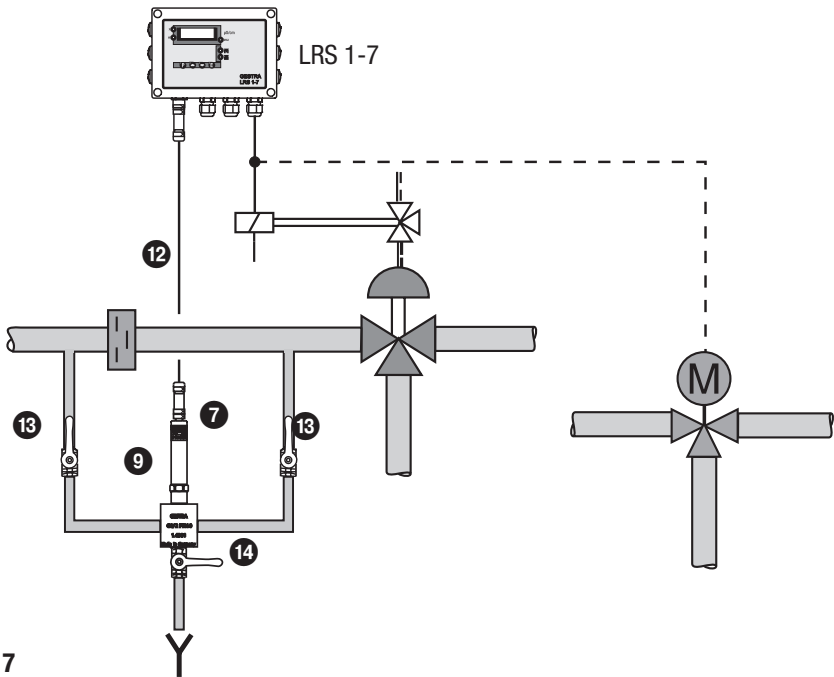

Fig. 7
- Die Leitfähigkeitselektrode wird in einen Bypass installiert, der tiefer liegt als die Hauptleitung, um Gasblasen und Nachverdampfung von der Elektrode fernzuhalten. **Fig. 7**